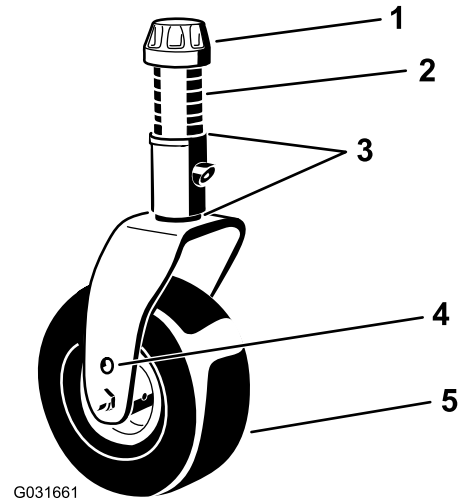

Bild 27
4. Entfernen Sie die Spannkappe von der Laufradspindelwelle und schieben die Laufradwelle aus dem Laufradarm heraus (Bild 27).